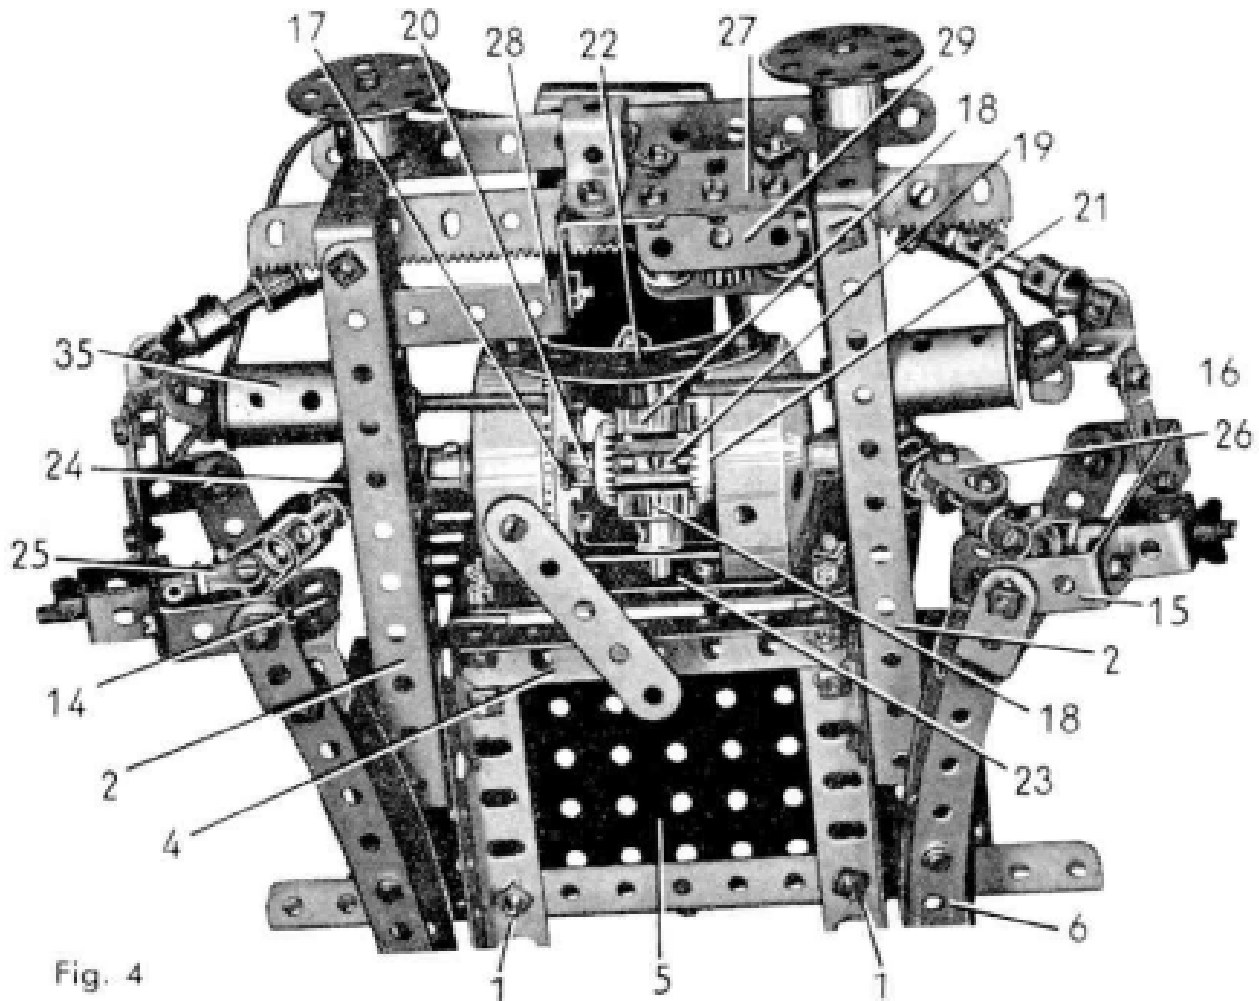

Fig. 4
DIFFÉRENTIEL (fig. 4).
Le différentiel est placé entre deux joues de chaudière réunies par une bande incurvée épaulée de 6 cm. (22) et deux bandes de 5 trous. L'une des bandes de 5 trous a été déplacée sur la figure 4 pour montrer les engrenages, l'autre apparaît en (23). La bande (23) est fixée sur une bande de 7 trous par deux boulons de 9,5 mm. Une rondelle et un écrou sont placés sur chaque boulon entre les deux bandes et la bande de 7 trous est fixée aux extrémités des cornières (1) par deux équerres de 25 × 25 mm.
DIRECTION (fig. 4 et 5).